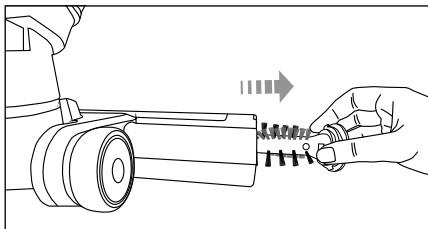

Fig. 8
- 3) Estrarre il rullo a spazzola **18** dalla bocchetta per pavimenti **16** (fig. 8).